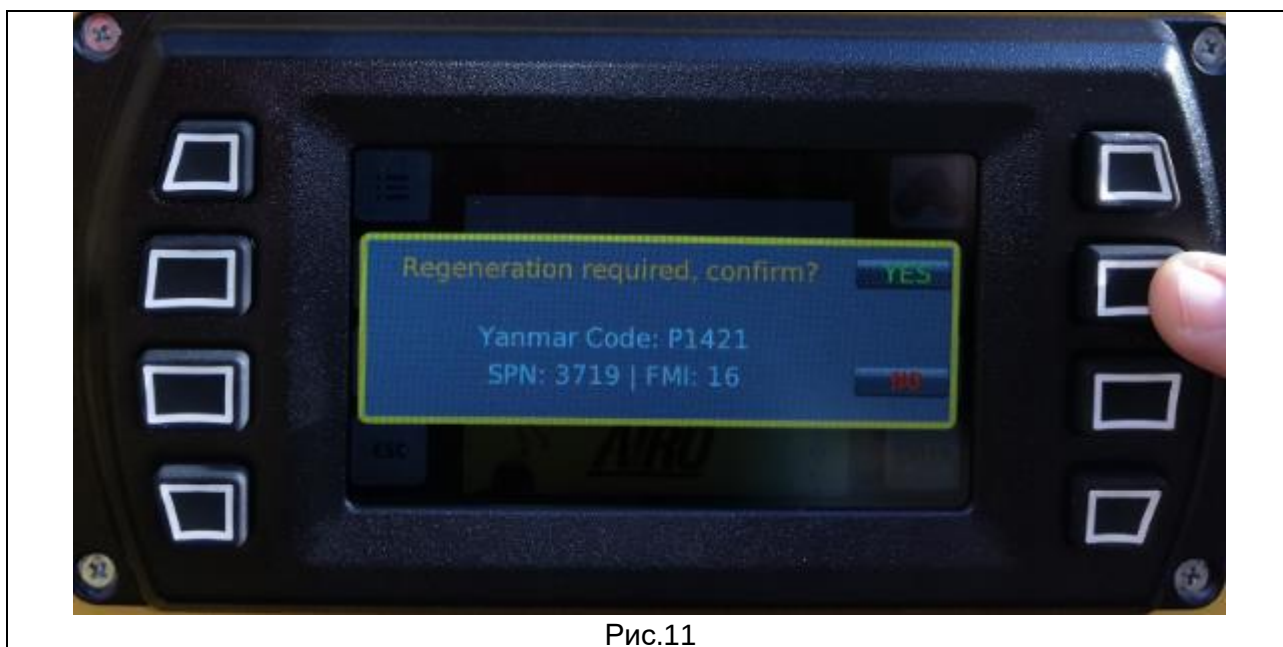

Рис.11
- Запись выглядит как на рис.11 **“Regeneration required, confirm?”**.Затем выберите «YES» с помощью соответствующей кнопки «F», чтобы начать регенерацию.
В этот момент откроется окно, как на рис.11, затем нажмите «Yes». После начала регенерации появится следующий экран, в котором можно наблюдать за тем же процессом. Двигатель постепенно достигает 2200 оборотов в минуту, и полоса «STATUS» полностью загружается после завершения регенерации.